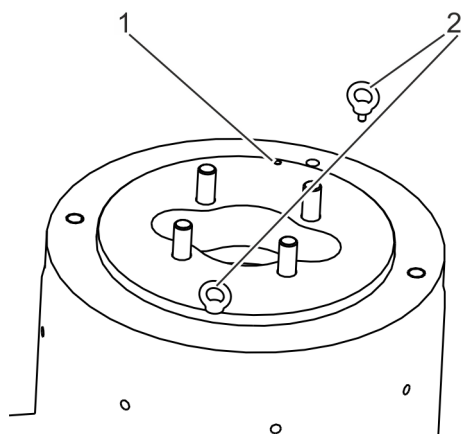

Fig. 8: Enroscar los cáncamos macho en la tapa de fijación
2. ➔ Enrosque los cáncamos macho (Fig. 8/2) en los orificios roscados (Fig. 8/1) de la tapa de fijación.
3. ➔ Asegúrese de que los cáncamos macho (Fig. 8/2) estén totalmente enroscados en la tapa de fijación.
4. ➔ Amarre los cáncamos macho (Fig. 8/2) al equipo de elevación.